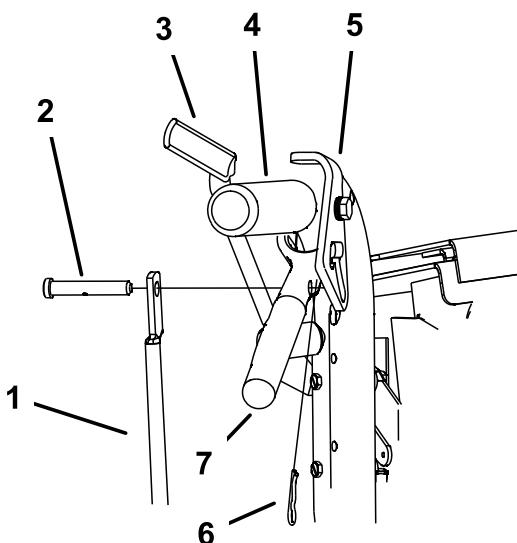

Figura 32
1. Retire los pasadores y los pasadores de seguridad de las palancas de avance y los cierres de bloqueo de punto muerto (Figura 32).
un pasador de horquilla y un pasador de seguridad (Figura 32).